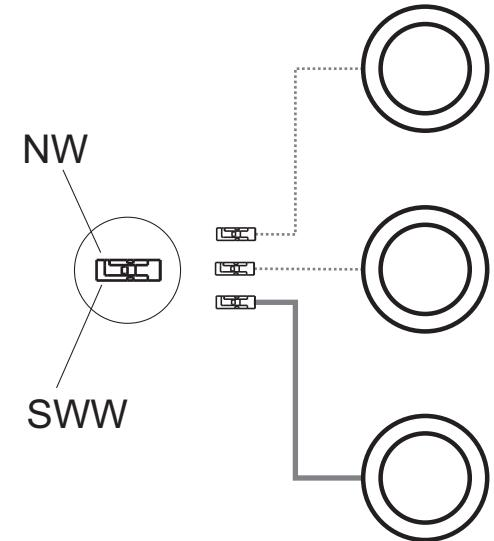

Fig 7
**CONNECTING THE DEVICE TO THE POWER SUPPLY \_ Tunable****White dynamic light configuration D-MOTION fig.7**
**STROMANSCHLUSS DER LEUCHTE – Ausführung mit****dynamischem Licht, Tunable White D-MOTION Abb.7**
- BRANCHEMENT DE L'APPAREIL À L'ALIMENTATION \_ type d'appareil à lumière dynamique Tunable White D-MOTION fig.7**
#### **configuración de luz dinámica Tunable White D-MOTION fig.7**